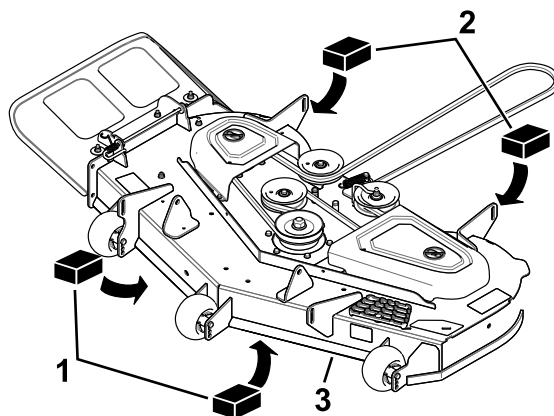

Figura 64
3. Coloque dos bloques de 6.6 cm (2⁵/₈") de grosor debajo de cada lado del borde delantero de la carcasa, pero no debajo de los soportes de los rodillos protectores del césped (Figura 64).
4. Coloque dos bloques de 7.3 cm (2⁷/₈") de grosor debajo del borde trasero del faldón de la carcasa de corte, uno en cada lado de la carcasa de corte (Figura 64).